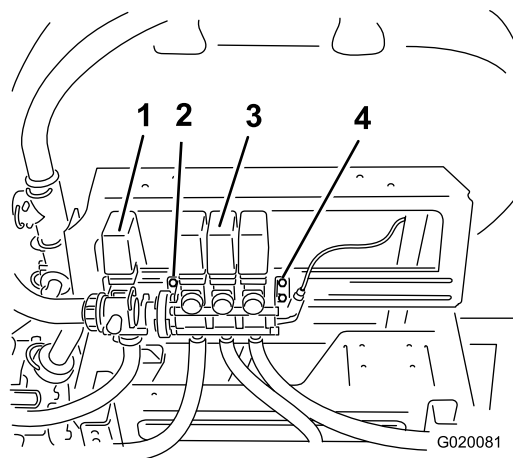
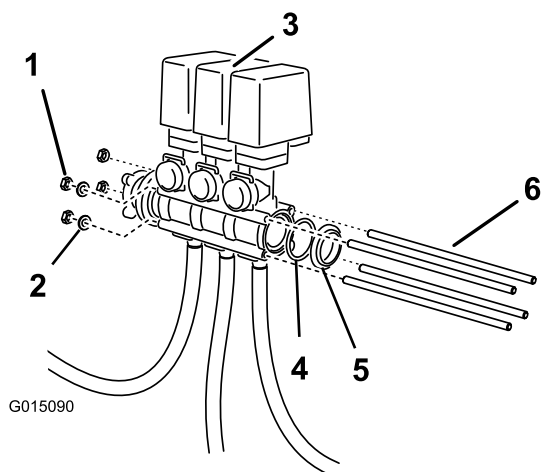

Figura 4
Figura 6
1. Allentate, senza rimuoverli, i bulloni che fissano il gruppo valvola della barra alla staffa di montaggio destra (Figura 4).
8. Inserite le aste filettate attraverso i fori dei corpi delle valvole di bypass della barra e, per le 2 staffe più vicine alla guida di montaggio, attraverso la staffa di montaggio sinistra (Figura 4 e Figura 6).